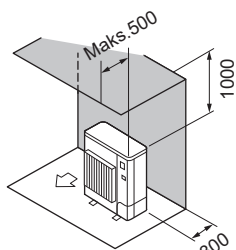

Fig. 2-8
- (2) Hindringer kun bak og over (Fig. 2-8)